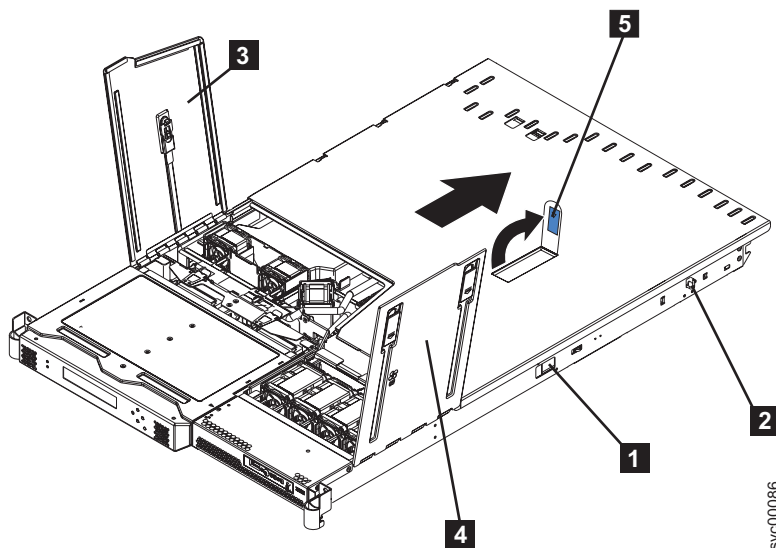

図 131. ファン・ドアを開いた状態の SAN ボリューム・コントローラー 2145-8F2 または SAN ボリューム・コントローラー 2145-8F4
- b. 両方のサイド・リリース・ラッチ (左と右) をノードの前方に向かってスライドさせます。両方のレール・ロック・ピン (538 ページの図 131 の **2**) が